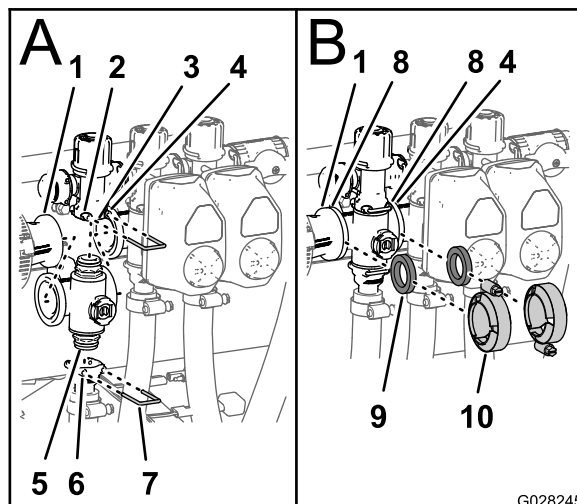

图78
- 将歧管阀的上端盖接头插入旁通阀接头 (图78 A)。
- 将卡环插入旁通阀接头的插槽，从而将端盖接头固定至旁通阀接头 (图78 A)。
- 将出口接头组装到歧管阀的下端盖接头上 (图78 B)。